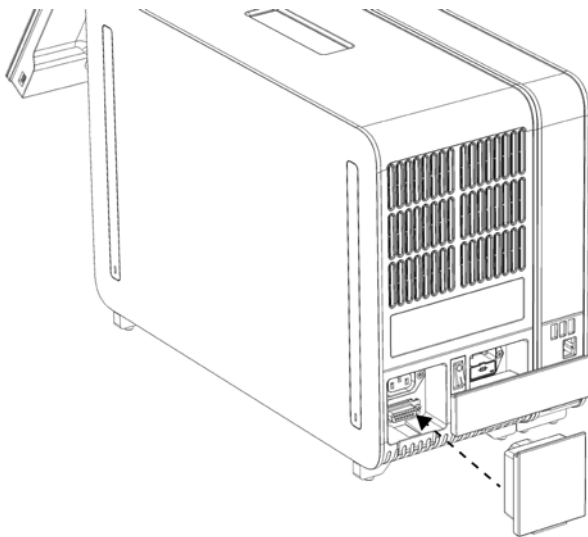

Figura 9. Ligação da ponte de terminação.
6. Ligue a ponte de terminação na parte traseira do módulo analítico (Figura 9, página seguinte).